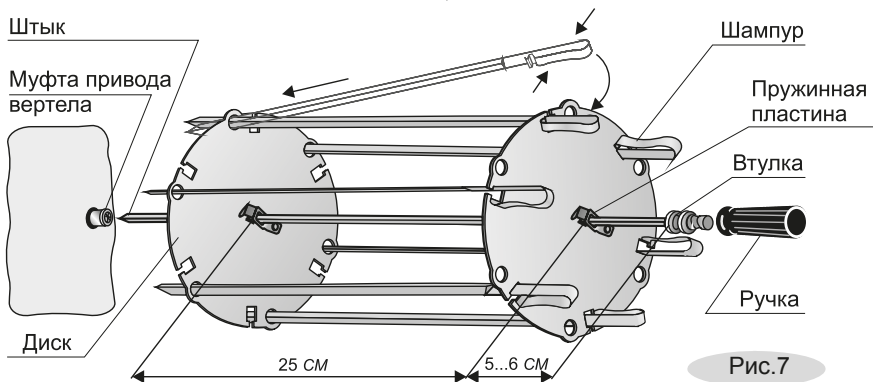

Рис.7
- Сжав пружинные пластины, оденьте на штык диск и установите его на расстоянии 5-6 см от втулки (рис.7).